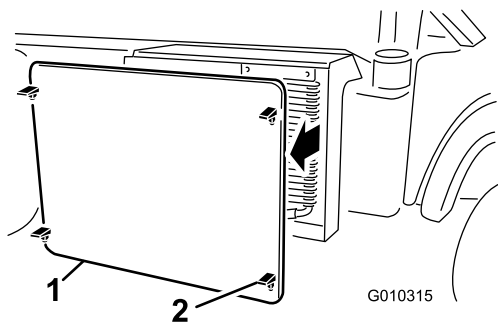

図 56
2. ラジエータスクリーンのラッチを外して、ラジエーター前面から外す (図 56)。